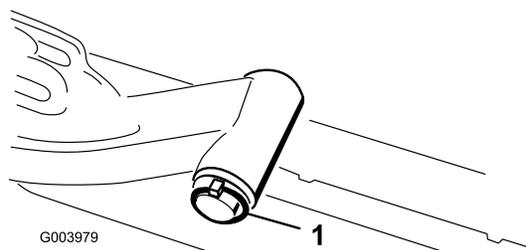

Figura 11
- A. Togliete l'acciarino e la rondella che fissano l'albero di articolazione al braccio di sollevamento ed estraete l'albero dal braccio di sollevamento (Figura 11).
- C. Inserite l'albero del braccio di sollevamento nel braccio di sollevamento e fissatelo con la rondella e l'acciarino (Figura 11).